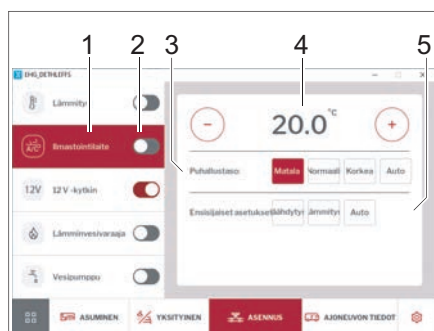

Bild 262 Klimatanläggning
- Med skjutreglaget (Bild 262,2) sätter du på och stänger av klimatanläggningen.
- Klicka på knappen *Klimatanläggning* (Bild 262,1). Kontrollpanelen för klimatanläggningen visas.
- Använd plus- och minusknapparna för att ställa in önskad rumstemperatur (Bild 262,4).
- Ställ in önskad prioritering (kyla/värme/auto)(Bild 262,5).
- Välj fläktnivå (Bild 262,3).